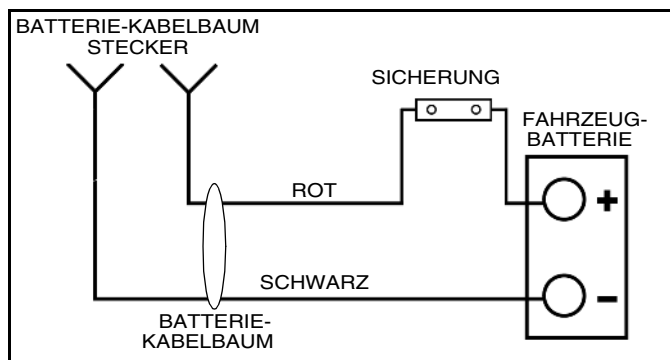

Abb. 1-12
4. Den Schaltautomaten mit (2) #10 x 1" selbstschneidenden Schrauben in der Nähe der Batterie anbringen.
5. Nehmen Sie die Abdeckung des Sicherungshalters. Das Ende der hte 6-Zoll-Stromkabel mit dem kleinen Terminal auf einem Gestüt. (Siehe Abb. 1-12).